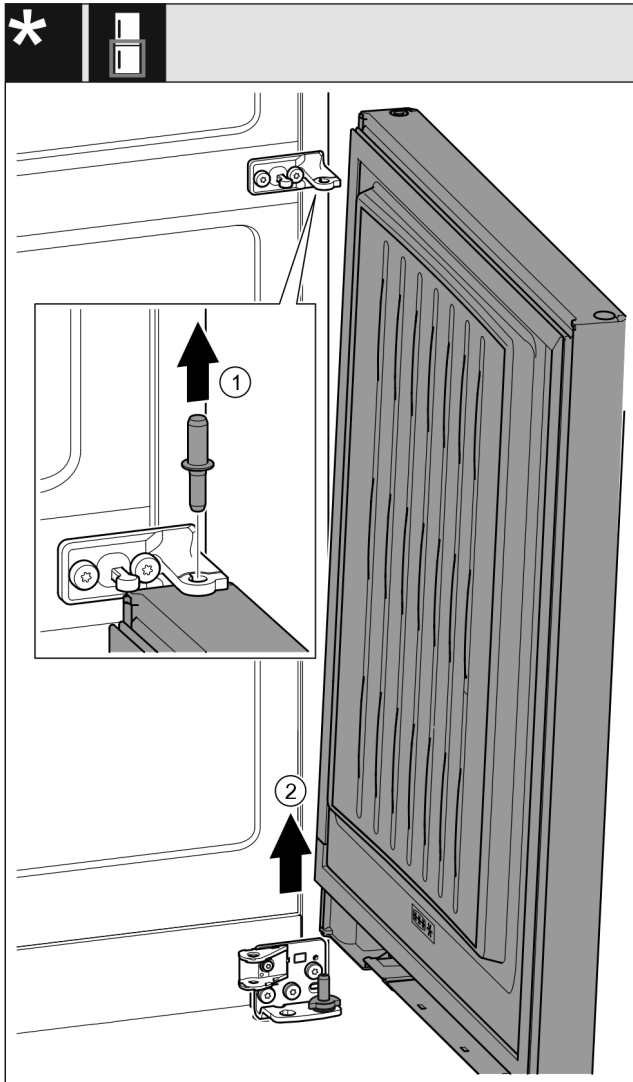

Fig. 23 *
- ▶ Bolzen nach oben herausziehen. Fig. 23 (1)*
- ▶ Tür herausschwenken, nach oben ziehen und beiseite stellen. Fig. 23 (2)*